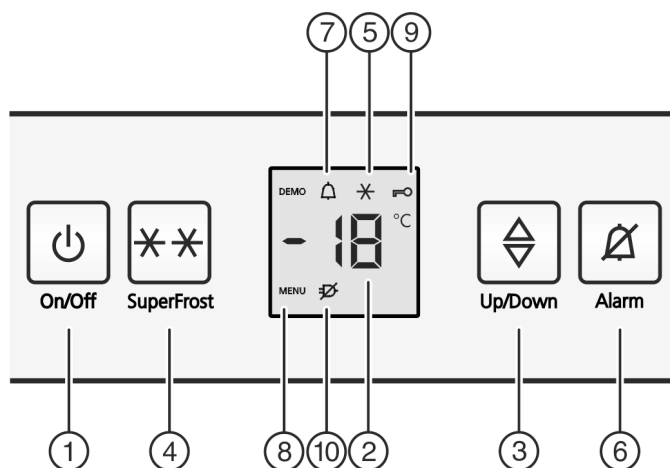

Fig. 2
- Нажать кнопку On/Off Fig. 2 (1).
- ▷ Устройство включено. Индикатор температуры и символ "Alarm" Fig. 2 (7) мигают, пока температура не станет достаточно низкой.
- ▶ Активация режима настройки: Нажмите кнопку SuperFrost Fig. 2 (4) и удерживайте ее прим. 5 секунд.
- ▷ На индикаторе будет отображаться символ «Меню» Fig. 2 (8).
- ▶ Для подтверждения нажать и отпустить кнопку «SuperFrost» Fig. 2 (4).
- ▷ На индикаторе горит символ «Защита от детей» Fig. 2 (9).
- ▶ нажмите и отпустите кнопку "On/Off" Fig. 2 (1).
- ▷ Символ «Защита от детей» Fig. 2 (9) гаснет.
- ▶ Нажмите кнопку Alarm Fig. 2 (6).
Одновременно мигает индикация температуры и символ тревоги Fig. 2 (7).
Звуковой сигнал выключается автоматически, символ аварийного сигнала Fig. 2 (7) выключается и индикатор температуры перестает мигать, если температура снова становится достаточно низкой.